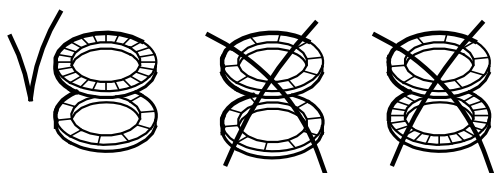

Рис. 8 Правильная установка шайб
10. Установить рабочее колесо (поз. 49), хомут (поз. 64с), шайбы (поз. 66) и гайку (поз. 67). См. рис. 8.